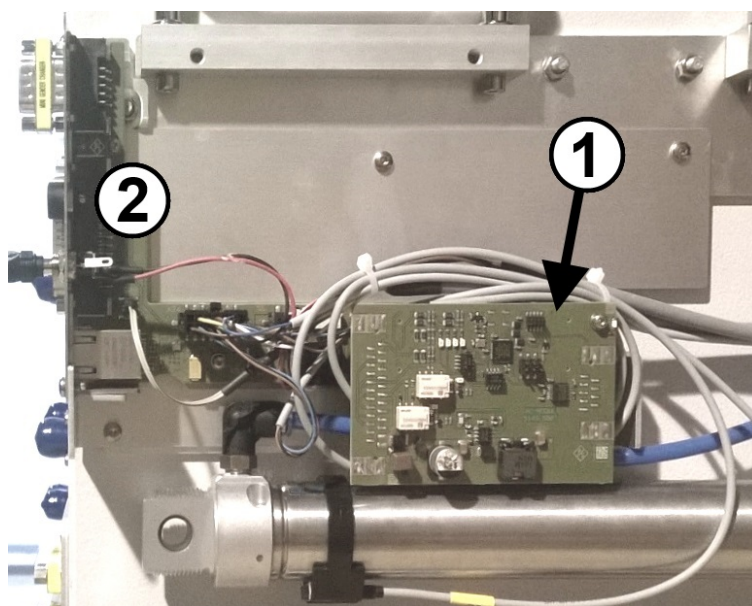

図 10-1: チャンバー内の IRC モジュール (カバーを外した状態)
- “IRC” : 内部リモート制御モジュール (図 10-1 のラベル 1)